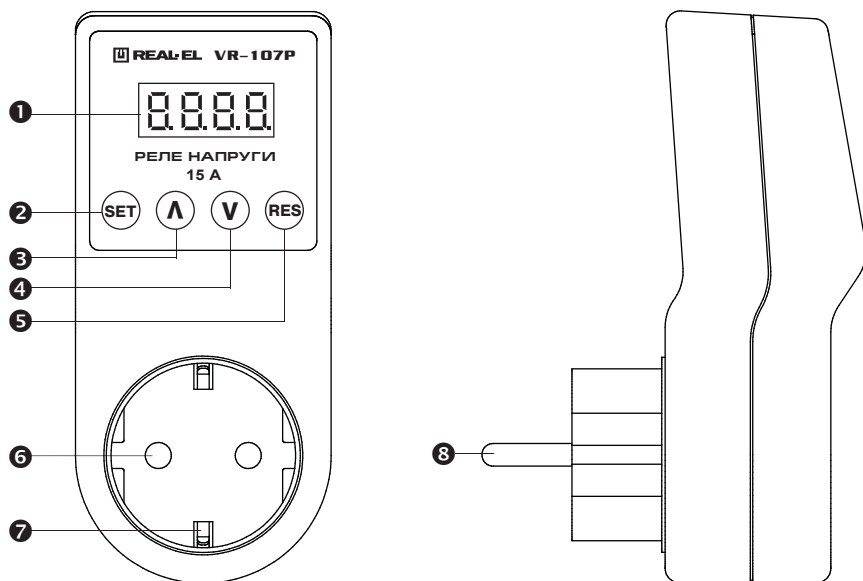

Рис. 1
**Описание конструкции** (рис. 1)
- ❶ 4-разрядный светодиодный индикатор для отображения величины напряжения сети, отображения значений настраиваемых параметров и индикации состояния реле напряжения
- ❷ SET: кнопка для перехода в режим программирования и выбора программируемых параметров
- ❸ Λ: кнопка для увеличения значения устанавливаемого параметра
- ❹ V: кнопка для уменьшения значения устанавливаемого параметра
- ❺ RES: кнопка для сброса настроек
- ❻ Защитные шторки
- ❼ Контакты заземления
- ❽ Вилка для подключения VR-107P к розетке электросети ~230 В